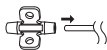

Afbeelding 4. Verwijderen van de naald en de mandrijn
14. Houd de katheter stevig vast bij de spinale uittrekingsplaats en verwijder de naald en de mandrijn tegelijkertijd uit de katheter (Afbeelding 4).